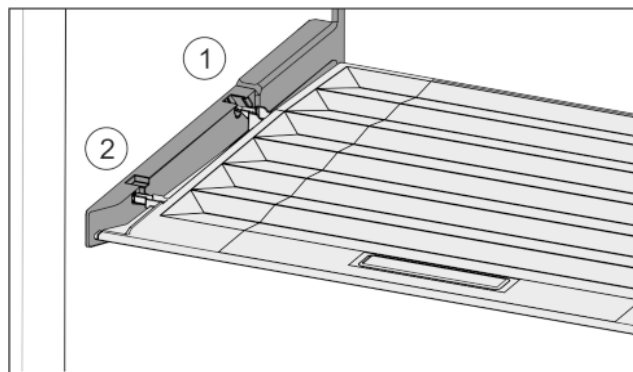

Fig. 28
- ▶ Пъхнете шийките на капака през отвора в задния държач Fig. 28 (1) и фиксирайте отпред в държача Fig. 28 (2).